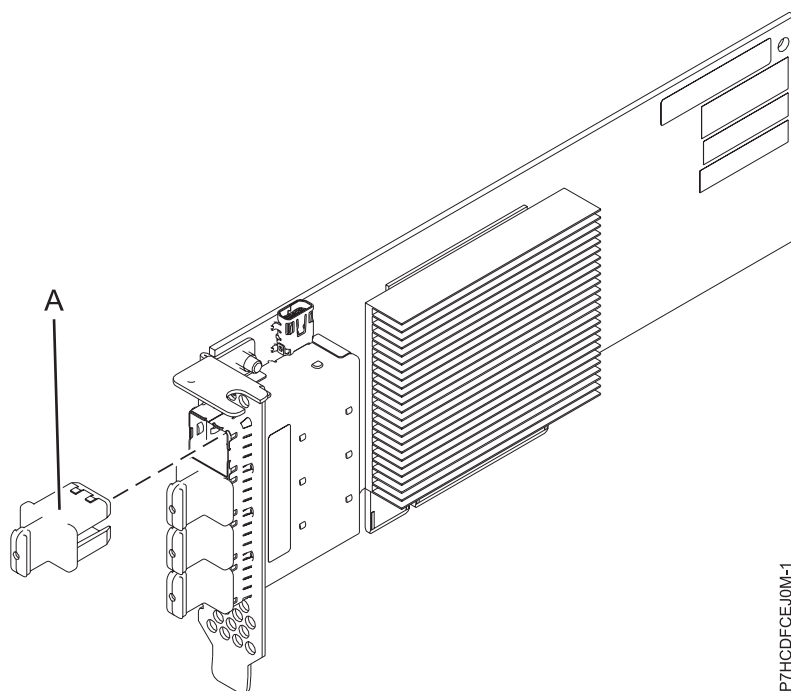

Figure 16. Carte PCIe3 LP à 4 ports SAS x8
pris en charge qu'avec une configuration de carte unique et ne peut pas être combiné avec un disque SAS sur la même carte. L'adaptateur ne dispose pas d'un cache en écriture. La figure 16 illustre la carte PCIe3 LP à 4 ports SAS x8.
La figure 16 représente la carte. Le capuchon du connecteur (A) est installé dans un port vide et empêche que ce port ne soit endommagé lorsqu'un câble d'un connecteur de port adjacent est branché ou retiré.